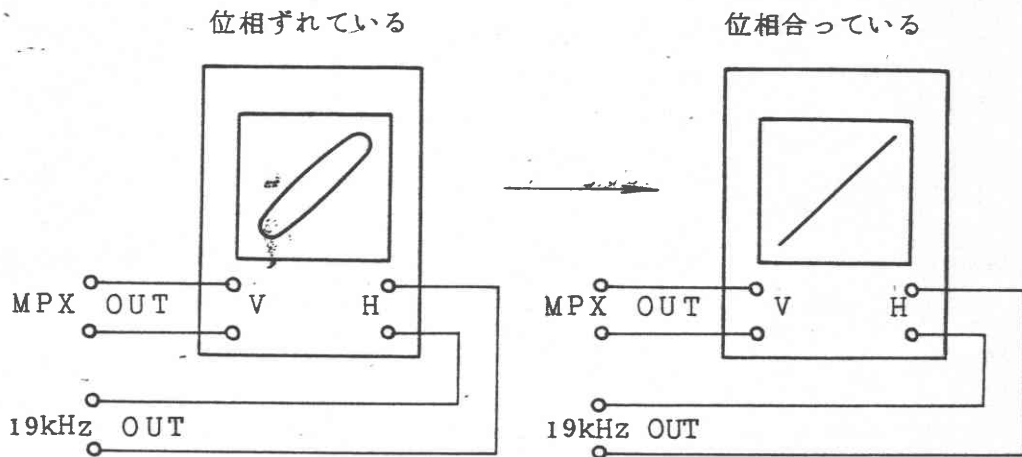

図 4
- (1) OUTPUT MODE スイッチを「L-R」にします。
- (2) FUNCTION スイッチを「(A)」にします。
- (3) 19kHz OUT 端子の出力をオシロスコープの水平軸入力に、MPX OUT 端子の出力をオシロスコープの垂直軸入力に加える。
- (4) オシロスコープのブラウン管面の波形が(図4)のように一直線になるように、パネル面の「A OSCILLO」を調整します。